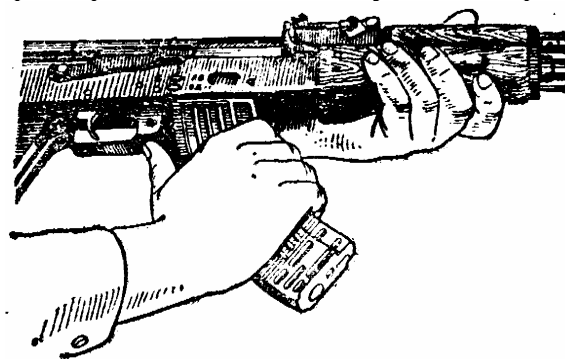

Рис.15. Отделение магазина.
1. Отделить магазин. Удерживая автомат левой рукой за шейку приклада или цевье, правой рукой обхватить магазин (рис.15), нажимая большим пальцем на защелку, подать нижнюю часть магазина вперед и отделить его. После этого проверить, **нет ли патрона в патроннике**, для чего опустить переводчик вниз, поставив его в положение «АВ» или «ОД»; отвести рукоятку затворной рамы назад, осмотреть патронник, отпустить рукоятку затворной рамы и спустить курок с боевого взвода.